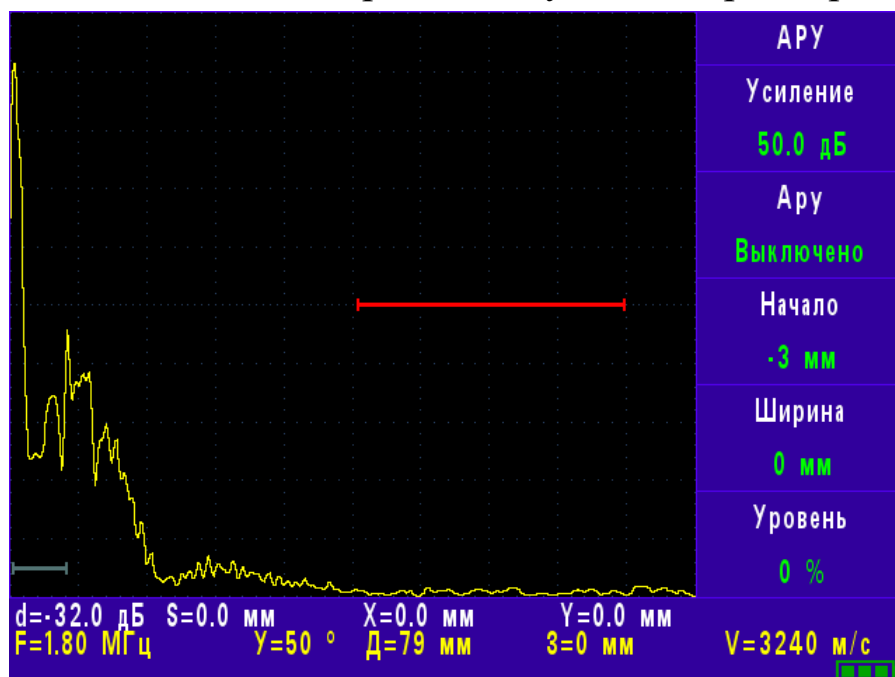

Рис. 5.17
5.5.12. Меню «АРУ» содержит следующие параметры (рис. 5.17).